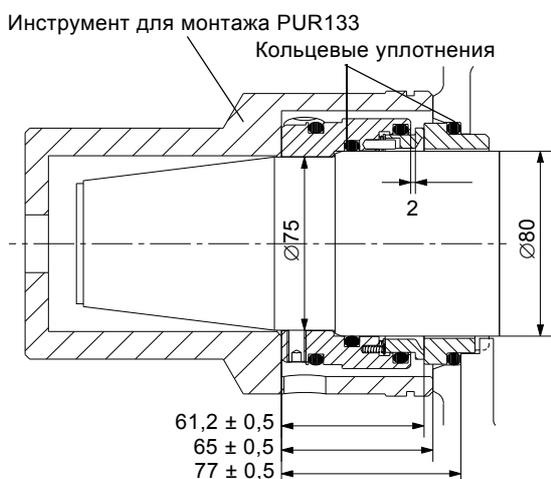

Рис. 29 Установка первичного уплотнения вала, типоразмер 72
1. Установить электродвигатель (301) в горизонтальное положение на ровной поверхности.
4. Установить кольцевое уплотнение на неподвижную часть первичного уплотнения вала (105).
5. Установить неподвижную часть первичного уплотнения (105) на вал.
6. Проверить, чтобы кольцевое уплотнение было установлено внутри вращающейся части первичного уплотнения вала (105).
7. Установить вращающуюся часть первичного уплотнения вала на вал и прижать (B). См. рис. 29.
8. Затянуть регулировочные винты на первичном уплотнении вала (105). См. раздел 7.2 *Моменты затяжки и смазочные материалы*.